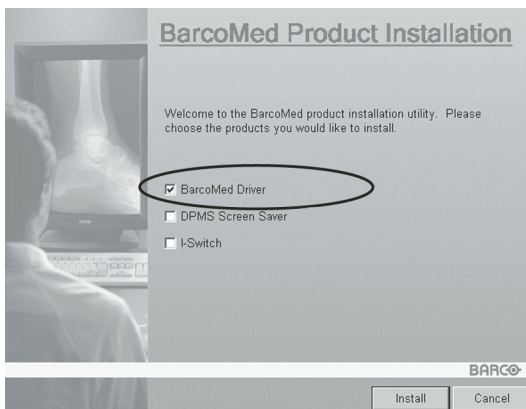

Figura 65
3. Asegúrese de que la casilla de verificación al lado del controlador está activada y que el resto de casillas están desactivadas (figura 65 a continuación). Haga clic en **“Instalar”** para continuar.